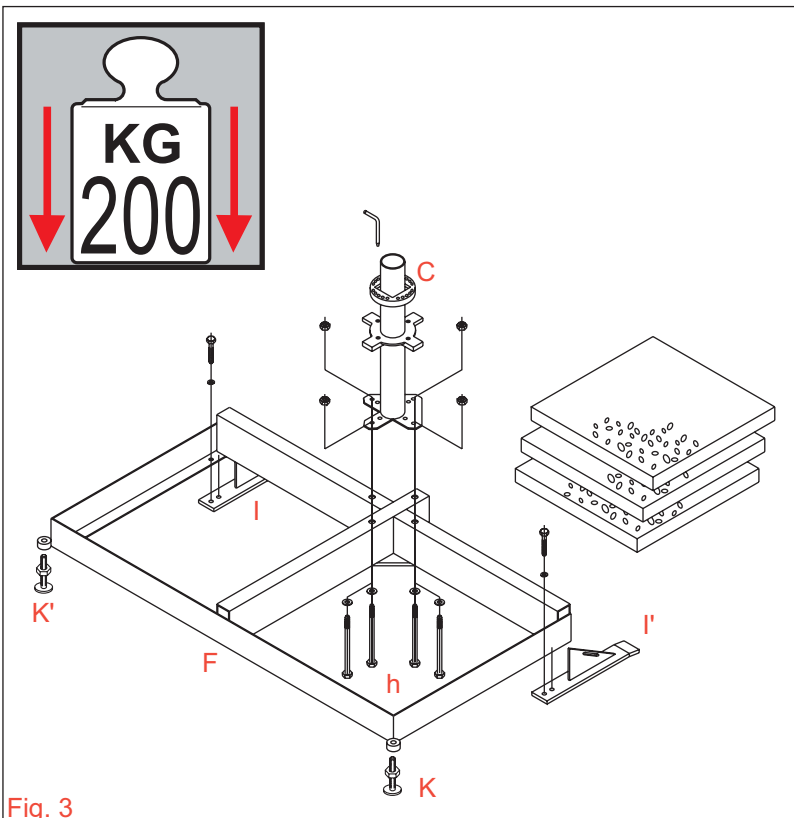

Fig. 3
(fig. 3) Sortir le contenu du sachet (B). Monter les stabilisateurs (I) + (I') et les vis de réglage (K) et (K') comme indiqué dans la figure. Monter le tube de la base (C), ayant soin d'insérer les boulons (h) du côté inférieur comme indiqué dans la figure.